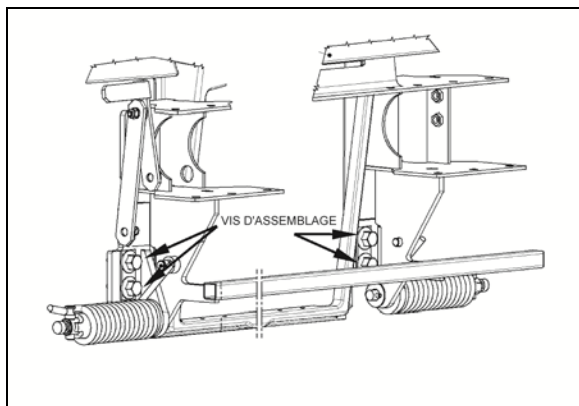

FIGURE 10: ENLÈVEMENT DU PARE-CHOCS AVANT
2. Enlever les quatre vis d'assemblage qui fixent le pare-chocs au véhicule et retirer le pare-chocs (Figure 10).